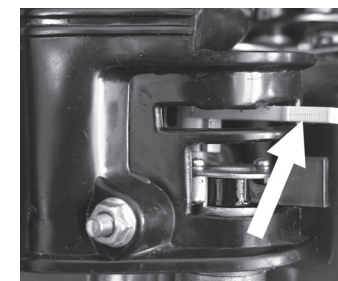

Abb. 9
- Ziehen Sie langsam am Seilzugstarter (13), bis er eingreift, und ziehen Sie dann kräftig daran. Wiederholen Sie den Vorgang so lange, bis der Motor anspringt. Lassen Sie den Anlasser sofort nach dem Anlassen des Motors los.
- Warten Sie, bis sich der Motor aufwärmt. Bewegen Sie den Chokehebel ein bisschen nach rechts, bei heißem Wetter sollte dies innerhalb weniger Sekunden geschehen, bei kaltem Wetter innerhalb weniger Minuten. Lassen Sie den Motor ruhig laufen, bevor Sie irgendwelche Änderungen vornehmen. Wenn die Betriebstemperatur erreicht ist, bewegen Sie den Chokehebel nach rechts in die Stellung AUS (Abb. 9).